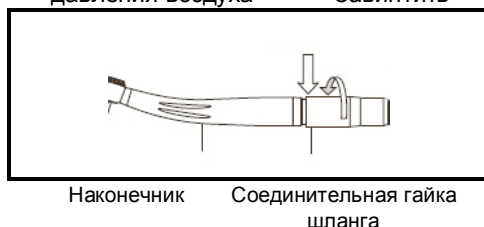
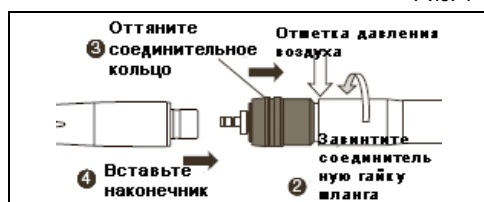

Рис. 1
Рис. 2
- 2) Завинтите соединительную гайку шланга (Рис. 1).
- 1) Оттяните соединительное кольцо, как показано на рис. 2.
Установите отметку значения давления воздуха в позицию, отмеченную стрелкой на Рис. 1 и Рис. 2. Рекомендованные значения представлены в таблице в разделе «Технические характеристики». Не превышайте рекомендованных значений давления воздуха.